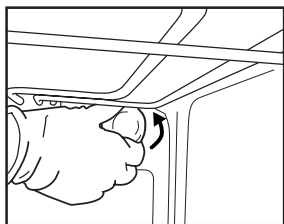

Fig. 6
2. Svitare il copri-lampada (Fig. 6), sostituire la lampada (per il tipo vedere nota) e riavvitare il copri-lampada.